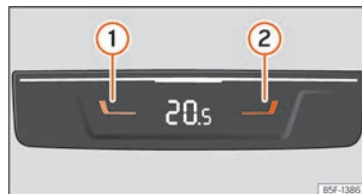

Fig. 152 En la parte trasera de la consola central: mandos para las plazas traseras.
- Pulse las teclas ① y ② »» fig. 152 para ajustar la temperatura de la zona posterior.